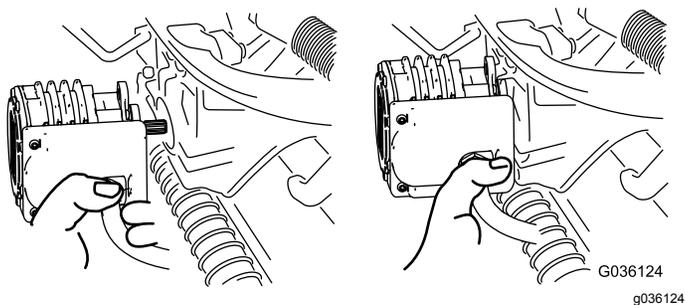

Figure 35
4. Amenez le moteur à la position de rangement sur l'avant du bras de suspension (Figure 35).